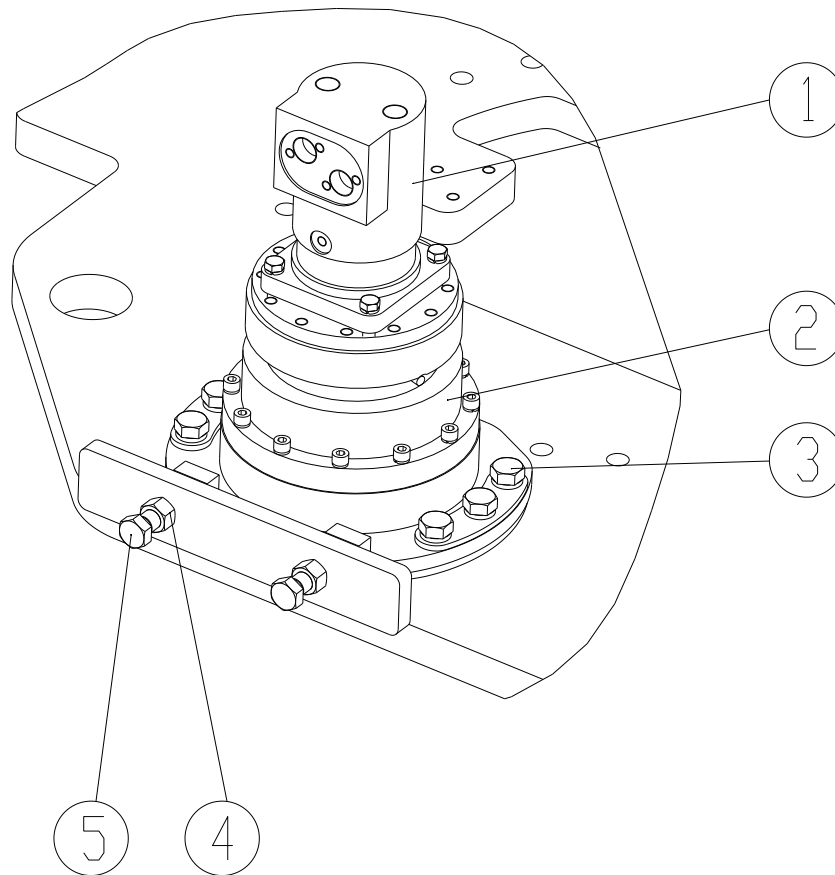

Fig.6-16: Afstelling speling zwenkoverbrenging
- a. Draai het reductiemiddel totdat de "oliepeil" -wijzer horizontaal staat, zoals weergegeven in Fig. 6-16.